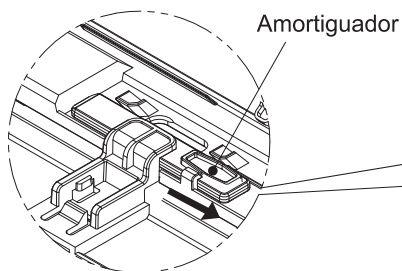

Fig. 22
- 10) Estire de los amortiguadores como se muestra en la Fig. 22. Cierre la carcasa frontal como se muestra en la Fig. 23. A continuación, presione la posición E para apretar la carcasa frontal como se muestra en la Fig. 24.